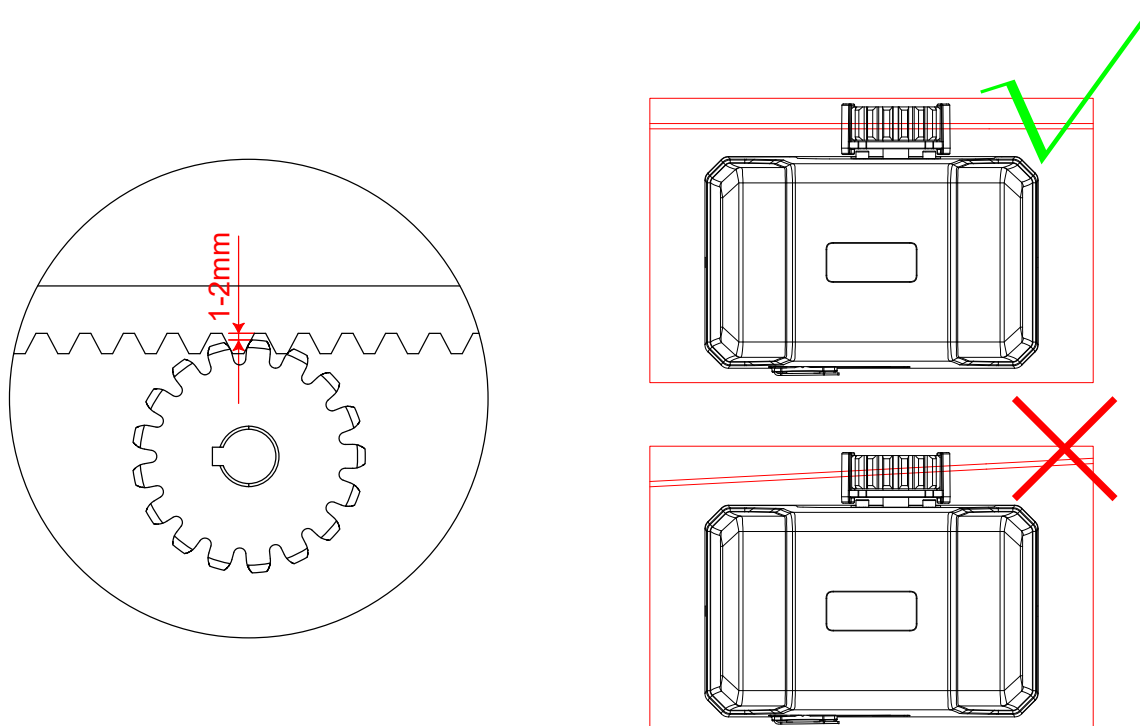

Рисунок 14
- Переконайтеся, що вихідна шестерня має зазор не менше 1-2 мм по всій довжині зубчастої рейки, встановленої на воротах (Рисунок 14).
- Переконайтеся, що вихідна шестерня та зубчаста рейка правильно вирівняні. За жодних обставин вихідний механізм приводу не повинен нести вагу воріт. Завдання роликів – нести вагу воріт (Рисунок 14).